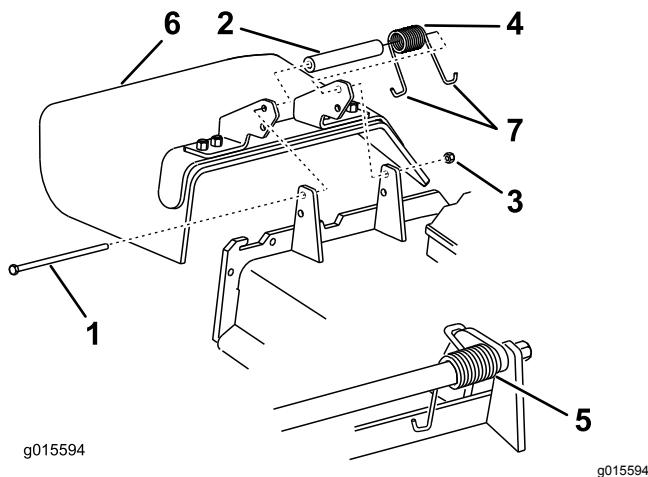

Figura 6
4. Togliete il dado di bloccaggio, il bullone, la molla e il distanziale che fissano il deflettore alle staffe orientabili (Figura 6).
5. Rimuovete il deflettore dell'erba (Figura 6).